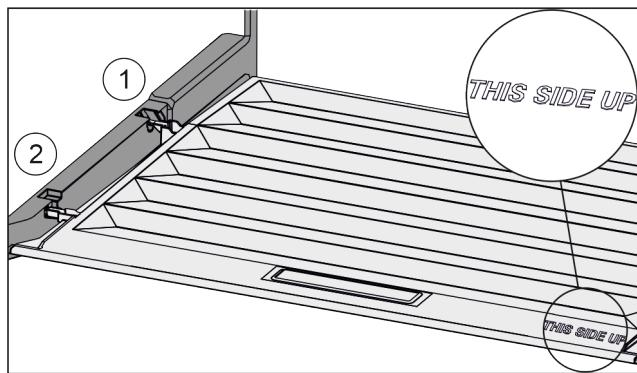

Fig. 148
- Výstupky veka zavedte cez otvor zadného držiaka Fig. 148 (1) a zaistite vpred v držiaku Fig. 148 (2).